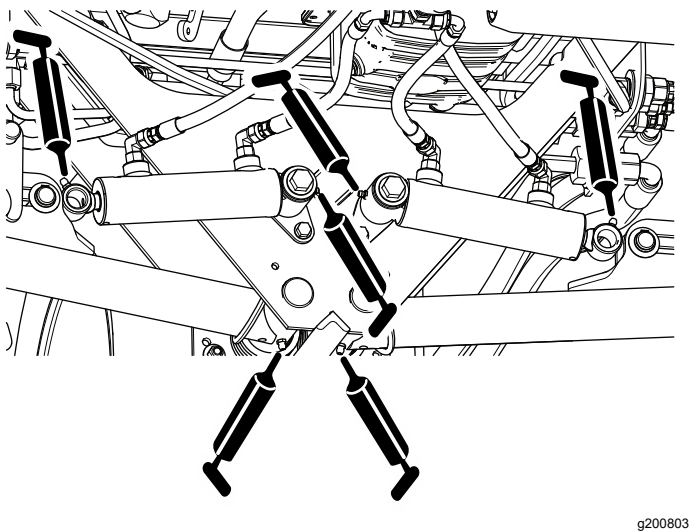

Figura 56
- Pivotes y cilindros de elevación de los brazos de elevación traseros (3 en cada lado); consulte la Figura 56.